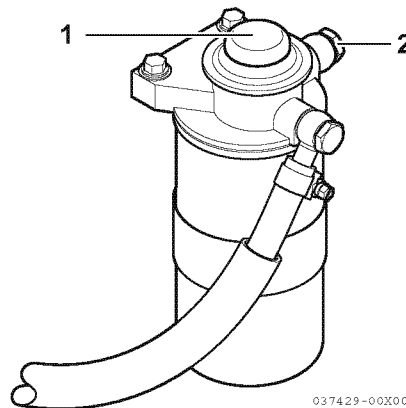

Abbildung 3
3. Die Entlüftungsschraube lösen (2, **Abbildung 3**).
4. Ansaugpumpe auf und ab schieben (1, **Abbildung 3**), um an der Entlüftungsschraube zu entlüften.